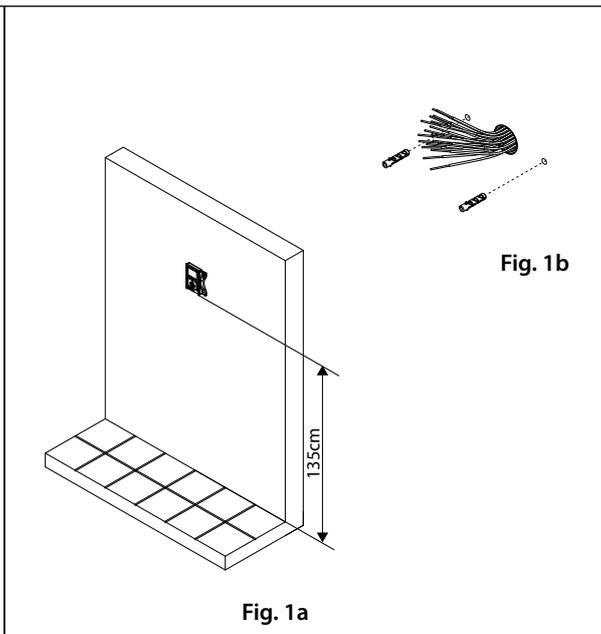

Fig. 1a
1. Comme illustré sur la **Fig. 1a**, placer le vidéophone sur le mur en laissant environ 135 cm entre le bas et le sol et prendre les références pour les trous de fixation au mur. Percez les trous (diamètre 5mm) et insérez les bouchons d'expansion fournis comme indiqué sur la **Fig. 1b** ;